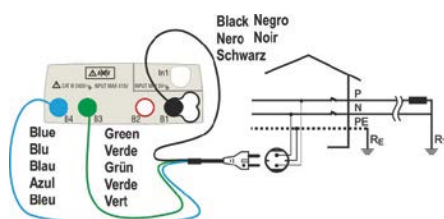
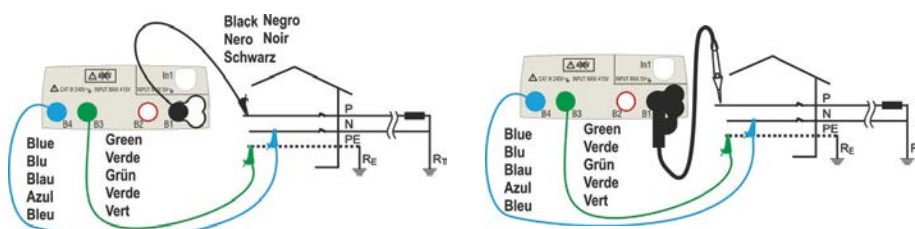
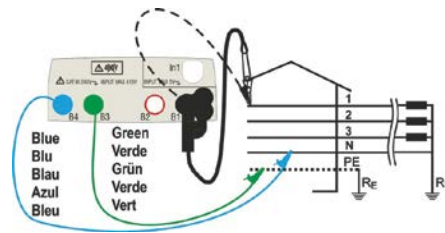
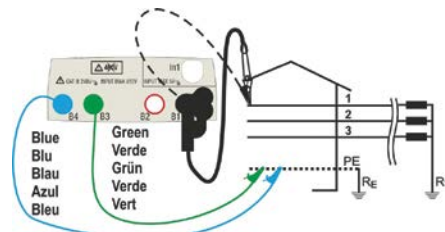

Fig. 16: P-N/P-PE-meting voor enkelfase/twee-fase 230V-systemen met shuko-stekker.
Fig. 17: P-N/P-PE- Aansluiting voor een enkelfase 230 V-systeem met losse meetsnoeren en de PR-400 meetsonde.
Fig. 18: P-N/P-PE-meting voor 400V+N+PE driefasensystemen met losse meetsnoeren en de PR-400 meetsonde.
Fig. 20: P-PE/P-N-meting voor 400V + PE (geen N) -systemen met losse meetsnoeren en de PR-400 meetsonde.
4. Sluit de schuko-testkabel, de krokodillenklemmen of de PR-400 aan op de netspanning volgens Fig. 16, Fig. 17, Fig. 18 en Fig. 20.
- Koppel indien mogelijk alle aangesloten belastingen van de installatie los, want de impedantie van deze belastingen kan de testresultaten beïnvloeden. Sluit de schuko-testkabel, de krokodillenklemmen of de aansluiting op afstand aan op de netspanning volgens Fig. 16, Fig. 17, Fig. 18 en Fig. 20, zo dicht mogelijk bij de bescherming.